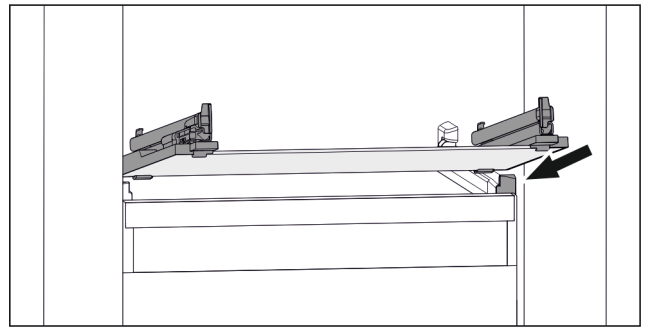

Fig. 73 Beispielhafte Darstellung der Glasplatte
- ▶ Glasplatte schräg hinter den Stoppern aufsetzen. (zie Fig. 73)